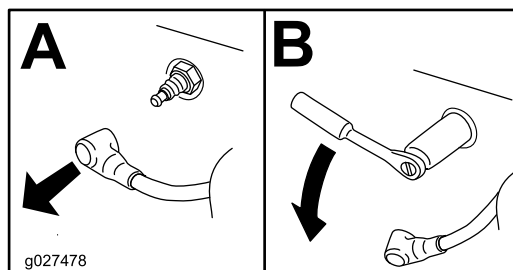

Figura 26
4. Rimuovete la candela (o le candele) come illustrato nella Figura 26.